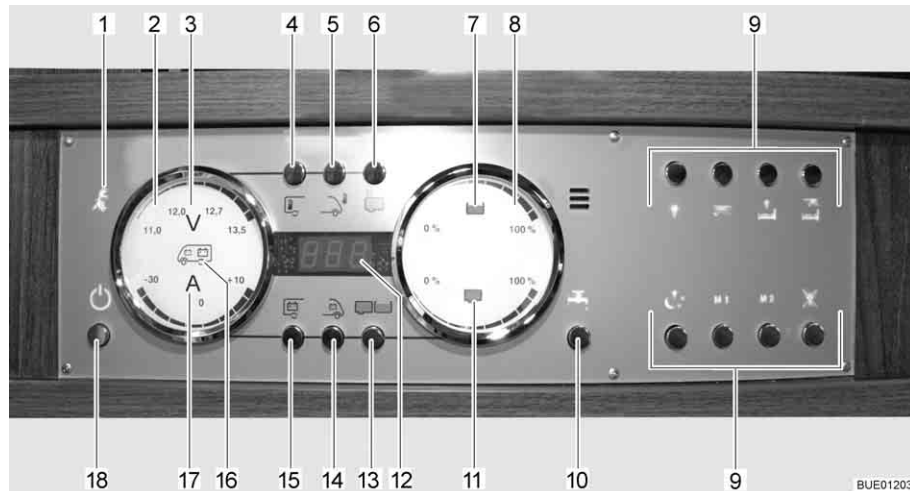

Fig. 133 Pannello di controllo LT 510
La spia di controllo a 230 V (Fig. 133,1) si accende quando all'ingresso della centralina elettrica è presente una tensione di rete.
L'interruttore principale a 12 V (Fig. 133,18) inserisce o disinserisce il pannello di controllo e l'alimentazione a 12 V dell'abitacolo.
- Premere brevemente il tasto dell'alimentazione a 12 V (Fig. 133,18). L'alimentazione a 12 V dell'abitacolo è inserita. L'indicatore di controllo "12 V" si accende.
- ▷ Se dopo l'accensione il LED "11,0" dell'indicazione dei Volt nonché il simbolo dei Volt "V" (Fig. 133,3) nell'indicatore delle batterie (Fig. 133,2) lampeggiano, significa che la tensione della batteria dell'abitacolo è insufficiente. Caricare la batteria.
- ▷ Se dopo l'accensione l'indicatore di controllo "12 V" e il simbolo dei Volt "V" (Fig. 133,3) lampeggiano tre volte, significa che la separazione della batteria è attivata. Disattivare la separazione della batteria.
- Premere brevemente il tasto dell'alimentazione a 12 V (Fig. 133,18). L'alimentazione a 12 V dell'abitacolo è disinserita. L'indicatore di controllo "Alimentazione a 12 V" si spegne.
- Premere il tasto della batteria dell'abitacolo (Fig. 133,15) e tenerlo premuto per ca. 10 secondi. Il simbolo dei Volt "V" (Fig. 133,3) e l'indicatore di controllo "12 V" lampeggiano tre volte. La batteria dell'abitacolo è separata dalla rete di bordo da 12 V.
- Premere il tasto "Alimentazione a 12 V" (Fig. 133,18) e tenerlo premuto per ca. 5 secondi. Il simbolo dei Volt "V" (Fig. 133,3) e l'indicatore di controllo "12 V" lampeggiano tre volte. La batteria dell'abitacolo è collegata alla rete di bordo a 12 V. L'indicatore di controllo si accende dopo ca. 5 secondi.
- Premere il tasto della batteria dell'abitacolo (Fig. 133,15). Il simbolo dei Volt "V" (Fig. 133,3) si accende. Il simbolo degli Ampere "A" (Fig. 133,17) si accende con luce bianca o rossa a seconda del livello di carica o scarica delle batterie. La tensione della batteria e la corrente della batteria dell'abitacolo sono indicate dai LED sul pannello di controllo.
- Premere il tasto della batteria di avviamento (Fig. 133,14). Il simbolo dei Volt "V" (Fig. 133,3) si accende. La tensione della batteria della batteria di avviamento viene indicata attraverso i LED nell'indicatore.
- Premere il tasto dei serbatoi (Fig. 133,13). I simboli del serbatoio dell'acqua (Fig. 133,7) e del serbatoio delle acque grigie (Fig. 133,11) si accendono. I livelli di riempimento del serbatoio dell'acqua (scala superiore) e del serbatoio delle acque grigie (scala inferiore) sono indicati dai LED nell'indicatore.
Il simbolo del serbatoio dell'acqua (Fig. 133,7) o il simbolo del serbatoio delle acque grigie (Fig. 133,11) lampeggia se il serbatoio dell'acqua è vuoto o il serbatoio delle acque grigie è pieno.
Attraverso l'indicatore digitale (Fig. 133,12) è possibile visualizzare la temperatura interna e la temperatura esterna.